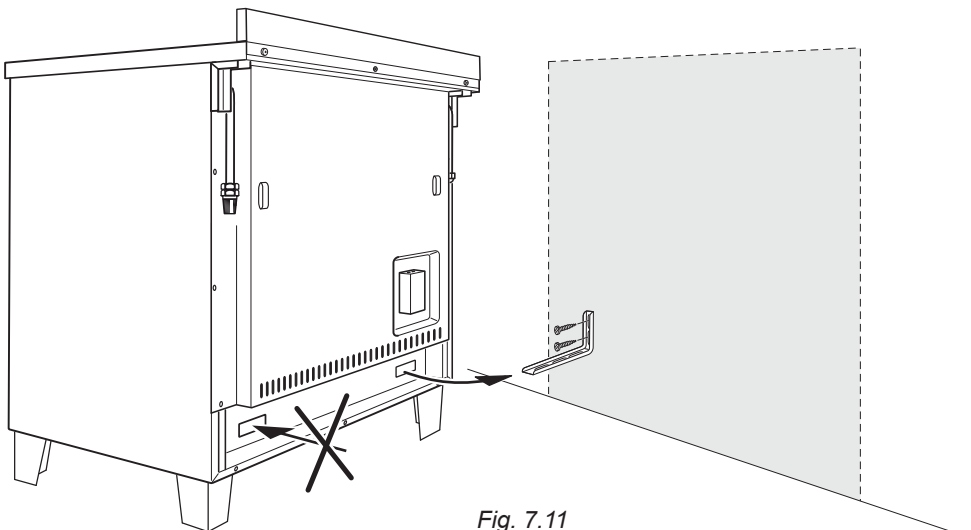

Fig. 7.11
1. Når du har valgt endelig plassering til komfyren, markerer du de to skruenes plassering til anti-vippebeslaget på veggen. Se Fig. 7.11.
4. Flytt komfyren bort til veggen og juster høyden på anti-vippebeslaget, så det passer til hullene på komfyren. Se Fig. 7.11.